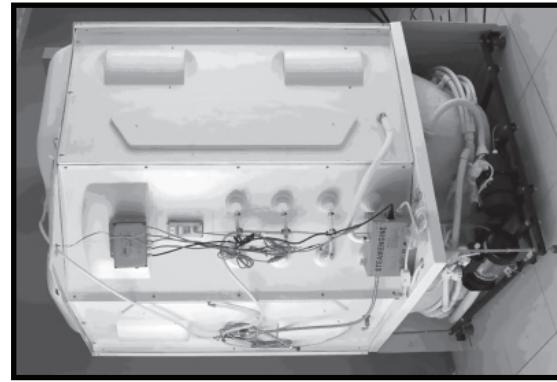

Рис. 6
11. осуществите подключение парогенератора к паровой форсунке, выпуску / выпуску воды (рис. 6):